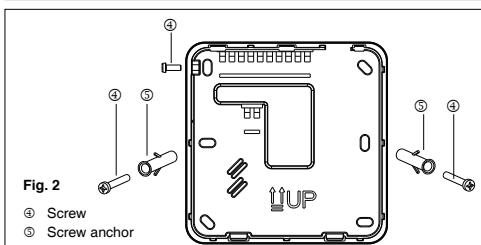

Fig. 2
- Verwijder de borgschroef op de bovenste linkerzijde om de eenheid van de bedieningseenheid te scheiden (Fig. 2). Maak de eenheid op de muur vast en markeer de boorgaten.
- Doe de afdekking weer op de regelaar en maak vast met de eerder verwijderde schroef (Fig. 2).